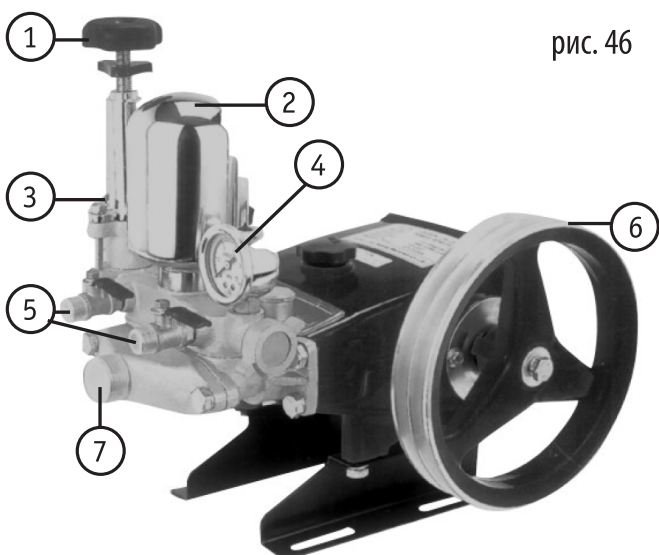

рис. 46
4. Перед запуском закройте краны, ослабьте винт регулировки давления (1) и регулятор давления (3) (рис. 46).